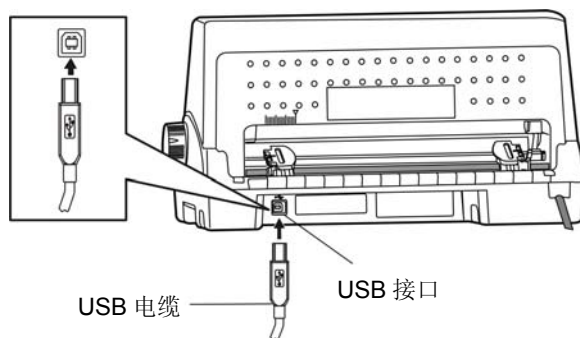
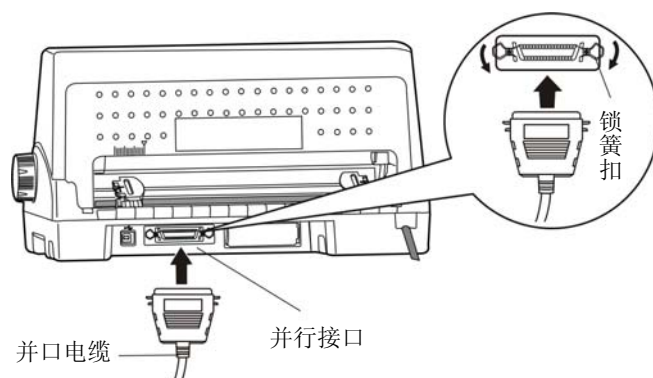
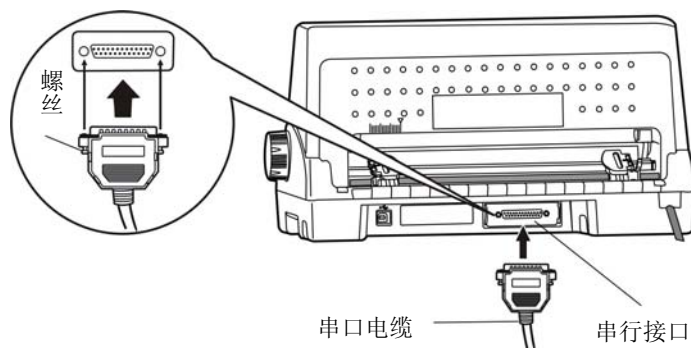
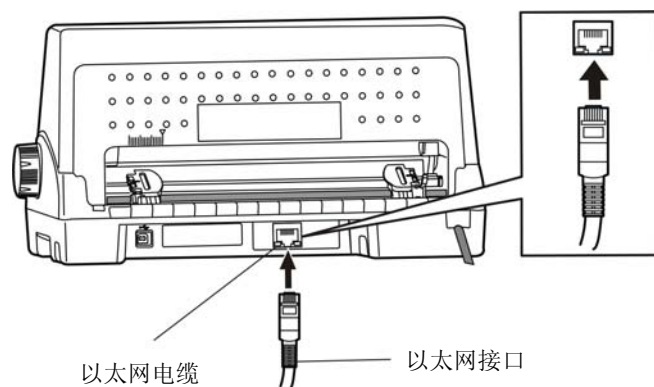

图 2-11 连接 USB 电缆
图 2-12 连接并口电缆
图 2-13 连接串口电缆
图 2-14 连接以太网电缆
本打印机可配置 USB 接口、并行接口、串行接口、以太网接口或蓝牙（产品的具体接口配置，以实物为准）。请根据需要，用相应的接口电缆把打印机与计算机相连（如图 2-11、图 2-12、图 2-13 和图 2-14 所示）。
2. 将 USB 电缆的 B 端插头（方型）插进打印机的 USB 接口插座中（如图 2-11 所示）。
1. 关闭计算机与打印机的电源，将并口电缆插头连接到打印机的并行接口插座，扣上连接器两侧的锁簧扣，固定并口电缆（如图 2-12 所示）。
1. 关闭计算机与打印机的电源，将串口电缆插头连接到打印机的串行接口插座，拧紧两侧的螺丝，固定串口电缆（如图 2-13 所示）。
将以太网电缆的 RJ-45 插头一端插进打印机的以太网接口插座中，另一端插头连接到局域网的接入端（如图 2-14 所示）。